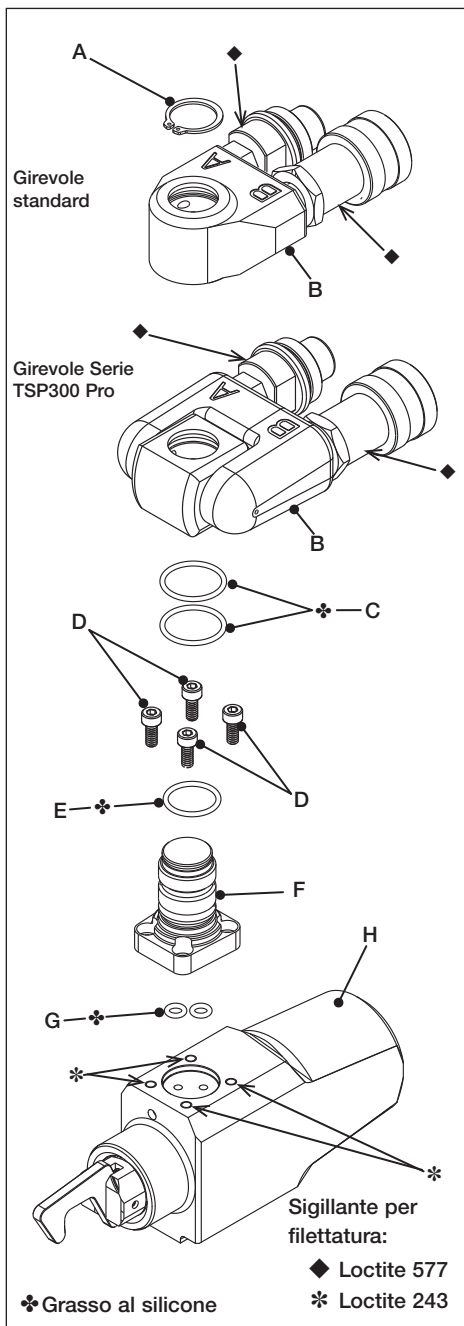

Fig. 16
5.3 Manutenzione completa - Girevole idraulico e unità di azionamento (Fig. 16, 17 e 19)